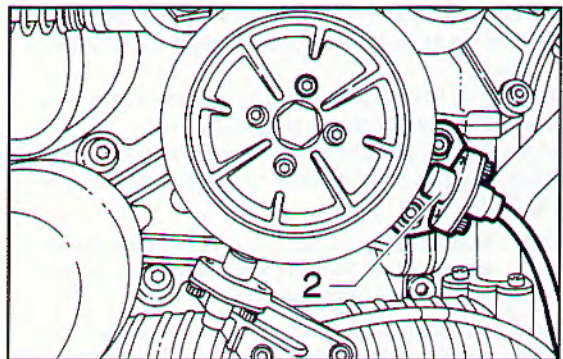

Fig. 330 ▲
- montare il sensore di giri laterale asolato (2), accostandone le viti di fissaggio, in attesa di registrarne la posizione (**Fig. 330**);
- mount the lateral slotted rpm sensor (2), putting in the securing screws but not locking before regulating position (**Fig. 330**);